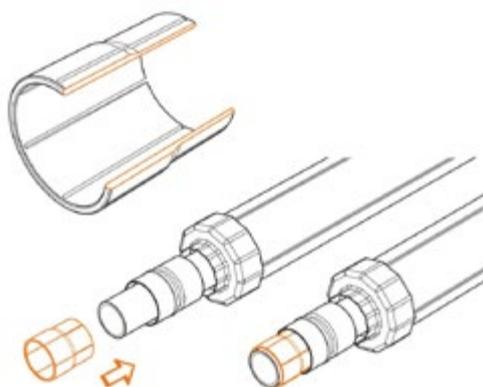

Рис. 5.8.4
1. Надвинуть втулку полимерную на конец напорной трубы таким образом, чтобы узкая часть втулки была направлена в сторону гильзы подвижной (рис. 5.8.4).